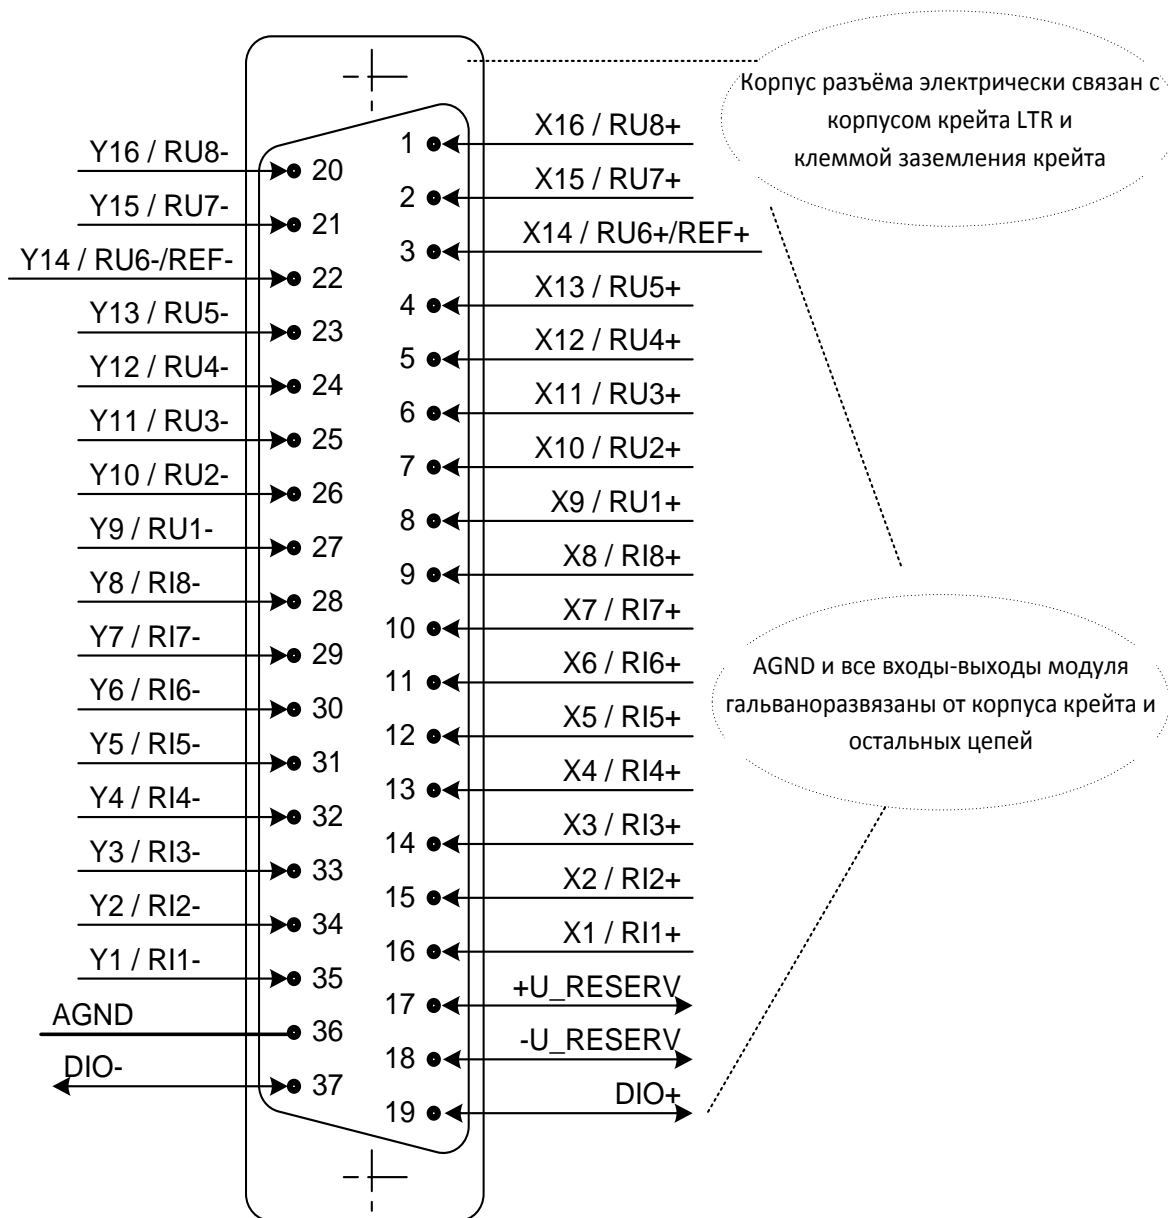

Рис. 18-4. Назначение контактов разъёма LTR114
- 37-контактный пользовательский разъём (описание приведено в табл. 18-2, рис. 18-4).
Назначение контактов разъёма LTR114 приведено на рис. 18-4. Здесь знаком "/" разделены альтернативные функции сигналов, которые задаются программной конфигурацией модуля (перед началом сбора данных). Краткое описание всех функций сигналов сведено в табл. 18-2.